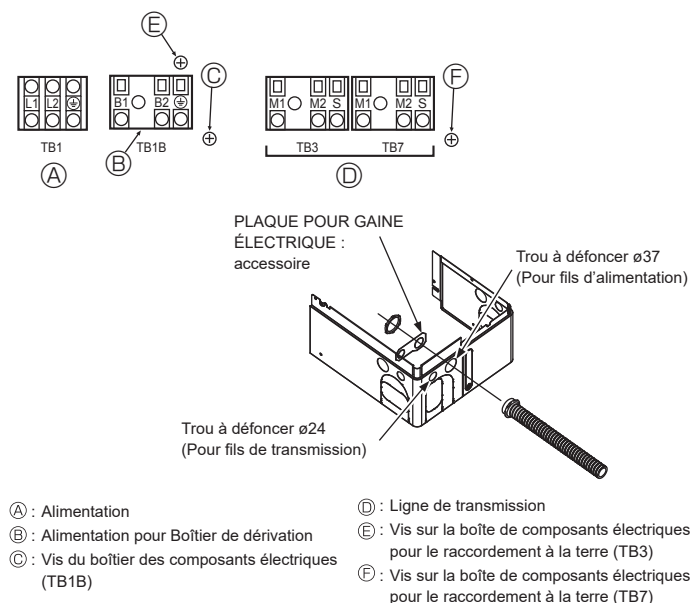

Fig. 6-1
- ⑩ Avant de mettre l'appareil extérieur sous tension, veiller à mettre sous tension les appareils intérieurs et les Boîtiers de dérivation.
6.2. Boîtier de commande et emplacement pour le raccordement des câbles (Fig. 6-1)
- Connectez les fils entre l'appareil extérieur et l'appareil intérieur ou raccordez le Boîtier de dérivation au bloc de sortie de transmission (TB3) de l'appareil extérieur. Raccorder le câblage entre l'appareil extérieur et le système de commande centralisé au bloc terminal de transmission (TB7) de l'appareil extérieur. En cas d'utilisation d'un câblage blindé, raccorder la mise à la terre du câblage blindé à la borne de blindage (S) du bloc terminal (TB3) ou (TB7). Si le raccordement du connecteur d'alimentation de la transmission de l'appareil extérieur est passé de CN41 à CN40, raccorder la borne de blindage (S) du bloc terminal (TB7) à la vis ⑥ au moyen du fil de sortie fourni.
* La borne de blindage (S) du bloc terminal de transmission (TB3) est reliée à la terre ⑤ à la sortie d'usine de l'appareil.